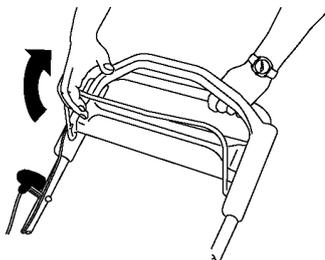

Рисунок 15
1. Удерживайте штангу управления ножом прижатой к рукоятке (Рисунок 15).
3. Поверните ключ зажигания (Рисунок 15) (только для моделей с электрическим запуском) или потяните за ручку стартера (Рисунок 16).